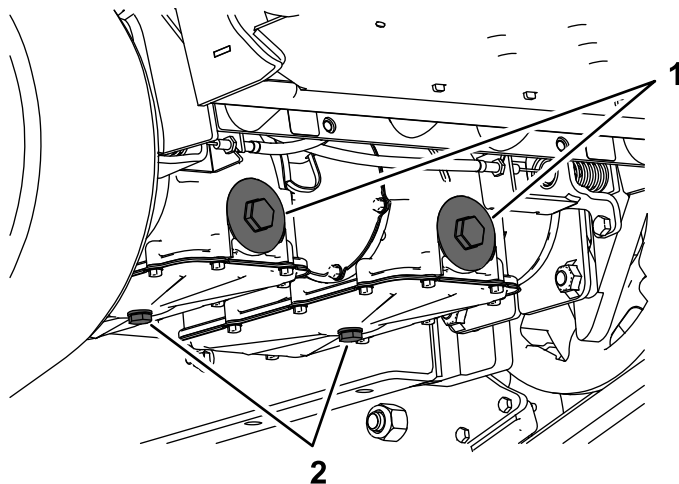

Figure 50
1. Boulons arrière (2)
3. Boulons latéraux (4)
5. Localisez le bouchon de vidange au bas de chaque transmission et placez un bac de vidange sous les bouchons (Figure 50).
7. Enlevez le bouchon du filtre hydraulique et le filtre hydraulique de chaque transmission (Figure 50).